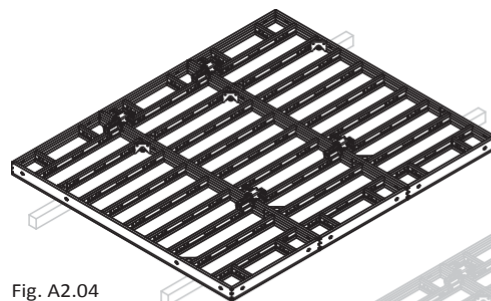

Fig. A2.04
1. Монтирайте свързките на хоризонтално поставения елемент. (Fig. A2.04)